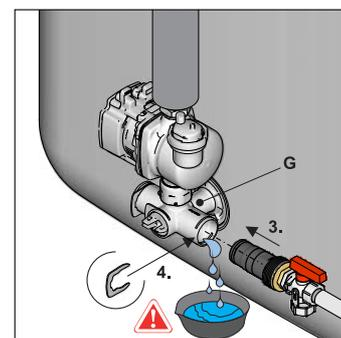

Bild 5-3 KFE-Befüllanschluss in Anschlusswinkel montieren
Tab. 5-1 Legende zu Bild 5-1 bis Bild 5-3
- **KFE-Befüllanschluss (KFE BA)** in den Anschlusswinkel einstecken und mit Halteklammer sichern (Bild 5-3).